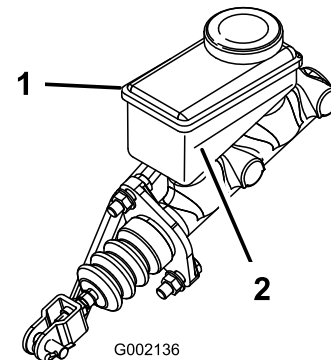

Figura 58
5. Mire el nivel de aceite en el lateral del depósito (Figura 58).
- B. Añada líquido de frenos DOT 3 al depósito hasta que el nivel esté por encima de la línea Mínimo (Figura 58).